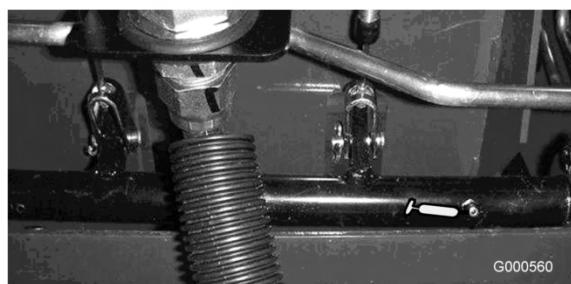

Figure 22
- Roulements d'axes de pivots de freins (5) (Figure 22)